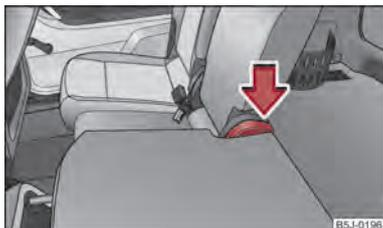

Fig. 42 Ribaltare indietro lo schienale
- Spingere la leva → fig. 42 e ribaltare indietro lo schienale. Accertarsi che lo schienale sia innestato in posizione.